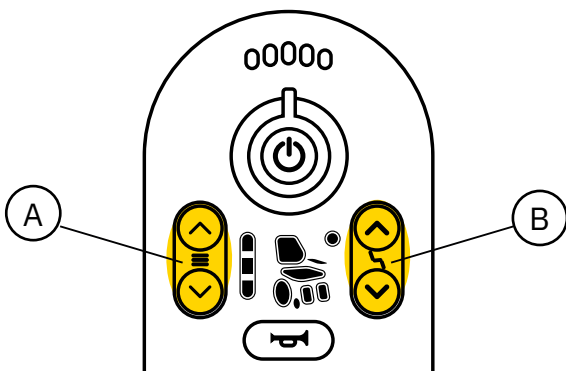

Figure 2.2. Choix des fonctions de conduite et d'assise sur LiNX REM211.
Le produit est équipé en standard d'un boîtier de commande LiNX REM211. Pour faire avancer le produit, la fonction de conduite se sélectionne avec le bouton (A) du boîtier de commande (voir figure 2.2). Pendant la conduite, le produit se contrôle au moyen du joystick sur le boîtier de commande. Pour le réglage électrique de la hauteur, la fonction d'assise de la hauteur se sélectionne au moyen du bouton (B) du boîtier de commande (voir figure 2.2). Le réglage électrique de la hauteur se contrôle au moyen du joystick sur le boîtier de commande. Le produit peut également être équipé de plusieurs fonctions d'assise électriques et manuelles. Voir la section 5. Configurations et réglages pour obtenir des informations détaillées sur tous les réglages et fonctions du produit.